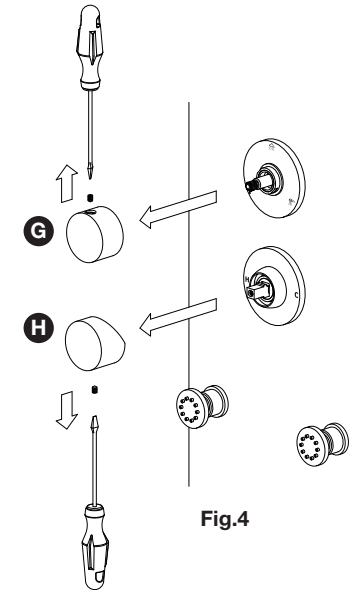

Fig.4
2. Con un atornillador plano desenrosque los tornillos y extraiga las cazoletas G y H (ver Fig.4).